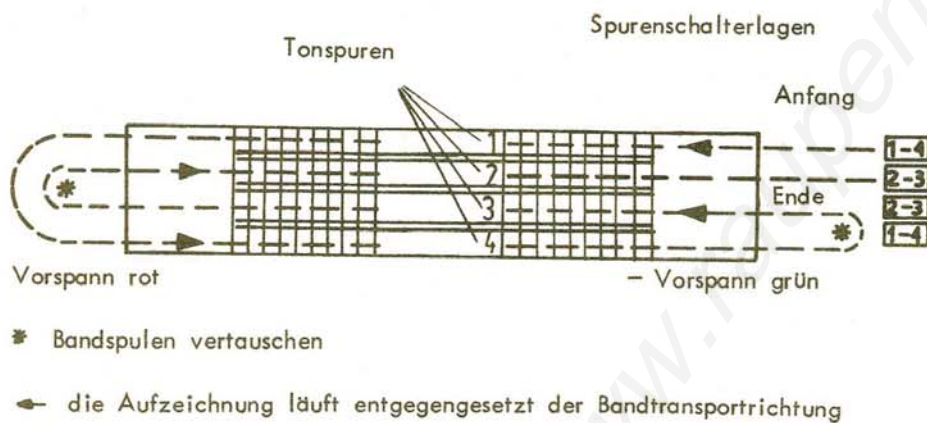

Bild 18
Das Umkopieren eines Tonereignisses von einer Spur auf eine andere erfolgt in Stellung "1/2" oder "2/1" des Spurenschalters. In Stellung "1/2" erfolgt die Umkopierung von Spur 1 oder 4 auf die entsprechende, mitlaufende Spur 3 oder 2 (vergl. Bild 18), in Stellung "2/1" kann von Spur 3 oder 2 auf die mitlaufende Spur 1 oder 4 umkopiert werden. Im Laufe des Umkopierens kann zusätzlich ein Mikrofonsignal in die bestehende Aufnahme eingeblendet werden, dabei lässt sich der Aufspielpiegel dieser Einblendung mit dem Pegelsteller (5) des linken Kanals "L" (vergl. Bild 1) wunschgemäss einstellen. Die Umkopierung von Spur auf Spur läuft mit Fixpegel über ein eingebautes Teilernetzwerk.